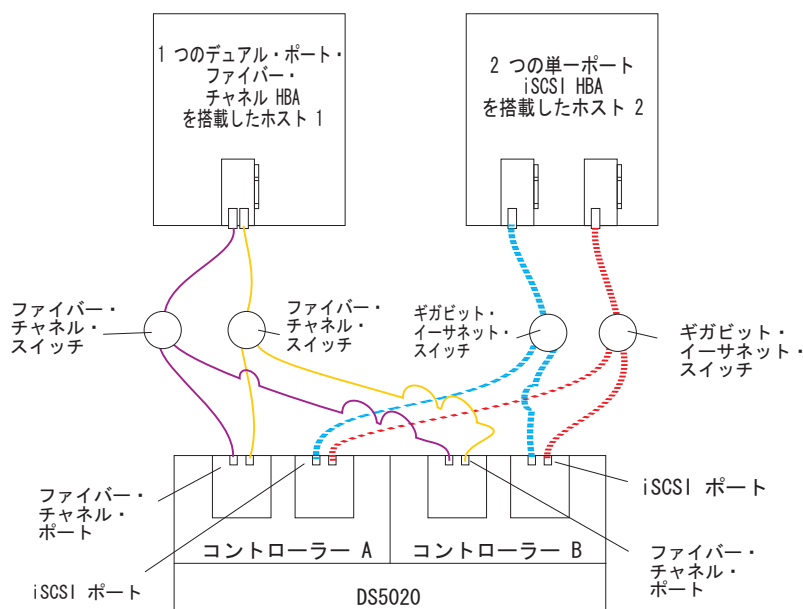

図 65. 複数ホスト、複数ポート、複数スイッチ構成の例
- 複数ホスト、複数ポート、複数スイッチ構成 (108 ページの図 65)
108 ページの図 65 に、複数ホスト、複数ポート、複数スイッチ構成の例を示します。